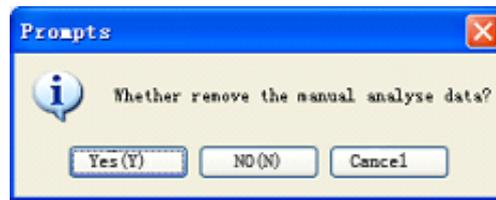

Figura 5-4-7
5. Cliccare "Rianalizza", come mostrato in Figura 5-4-7, cliccare "OK", per modificare la data e